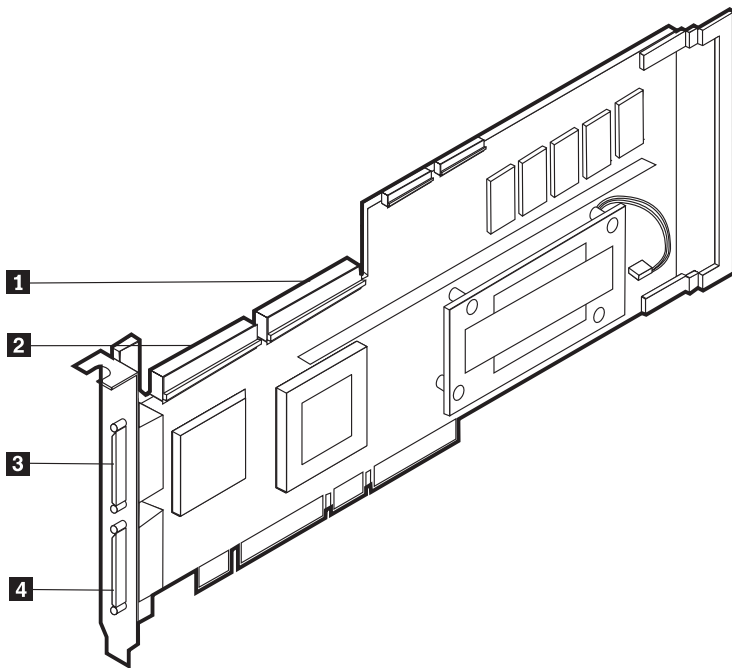

图 120. ServeRAID-4Mx 控制器
1. 将 68 针超高密度连接器接口（VHDCI）SCSI 电缆的一端连接至主或辅助 ServeRAID 控制器上的外部通道接口（如果没有安装 IBM Netfinity 3-Pack Ultra320 热交换扩充套件，则为通道 2，如果已安装 IBM Netfinity 3-Pack Ultra320 热交换扩充套件，则为第二个 ServeRAID-4Mx 上的通道 1 或 2）。（有关通道接口位置，参见第 190 页的图 120。）